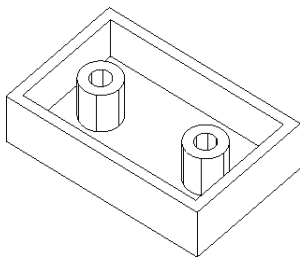

图 7-74 朝外朝内双向抽壳
- 06 如果在“实体抽壳方向”选项区中选“两者”选项，输入朝内、朝外厚度均为 2，结果如图 7-74 所示。